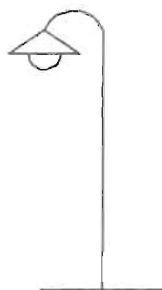
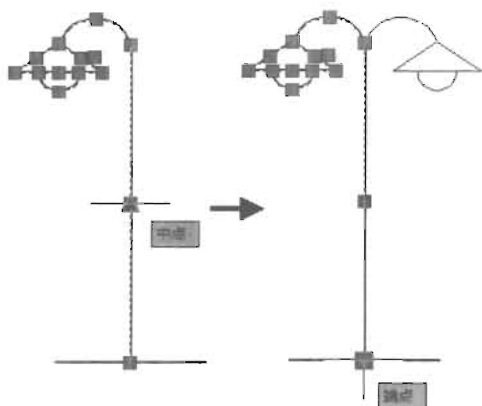

图 5-21
图 5-22
(1) 打开配套光盘中的“操作示例 5-5.dwg”文件,如图 5-21 所示。
(2) 选择图形。
(3) 单击直线段上的中点使其作为基准夹点。
(4) 当前为“拉伸”模式，按四次空格键切换到“镜像”模式，然后镜像对象，如图 5-22 所示，命令执行过程如下。